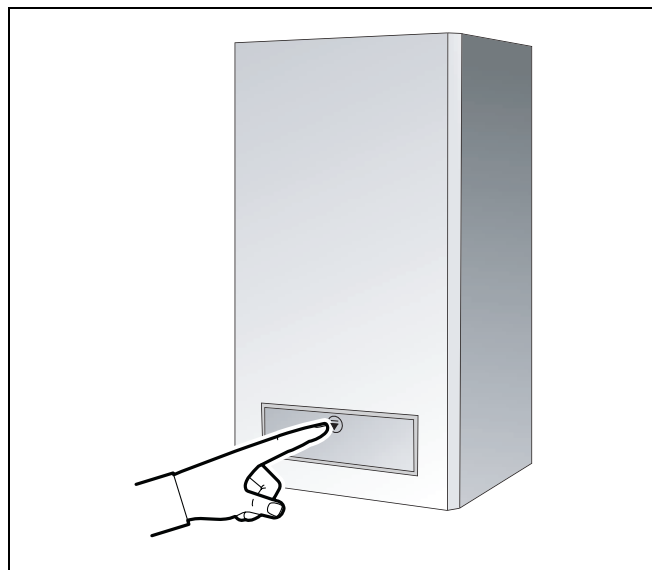

Abb. 2 Bedienfeld öffnen
- Bedienfeld durch Drücken öffnen (Abb. 2).